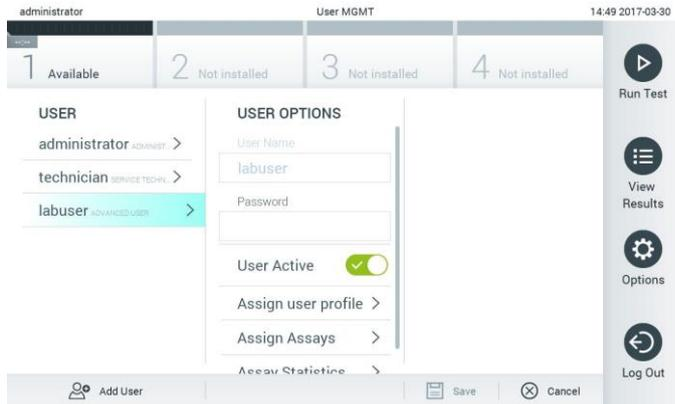

Abbildung 48: Auswahl und Verwaltung von Benutzern
2. Wählen Sie den zu verwaltenden Benutzer aus der Liste in der linken Spalte im Inhaltsbereich aus (Abbildung 48, nächste Seite).